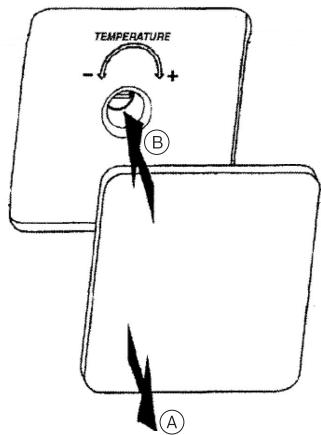

Fig. 7 Tige de réglage de la température
- ▶ Régler la vanne d'isolement de sortie jusqu'à ce que l'eau coule au robinet selon le débit et la température recommandés. Consulter l'Annexe page 12: Réglage du débit par rapport à la température. Si la température requise est différente des paramètres d'usine 113°F, tourner la tige de réglage (Fig. 7) jusqu'à atteindre la température à la sortie souhaitée.
- ▶ Retirer la plaque signalétique en suivant la direction indiquée par la flèche A (Fig. 7).
- ▶ À l'aide d'un tournevis, tourner la tige de réglage pour régler la température, comme indiqué par la flèche B (Fig. 7).